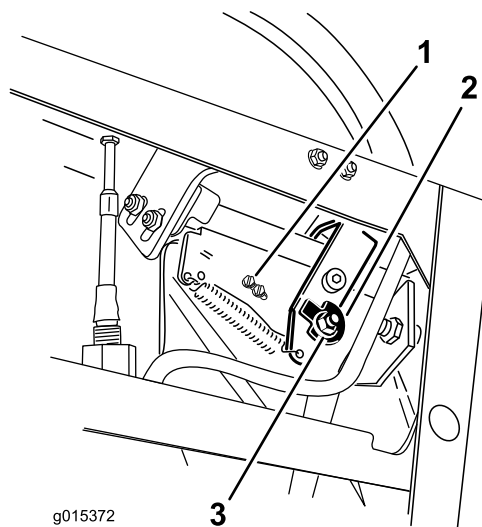
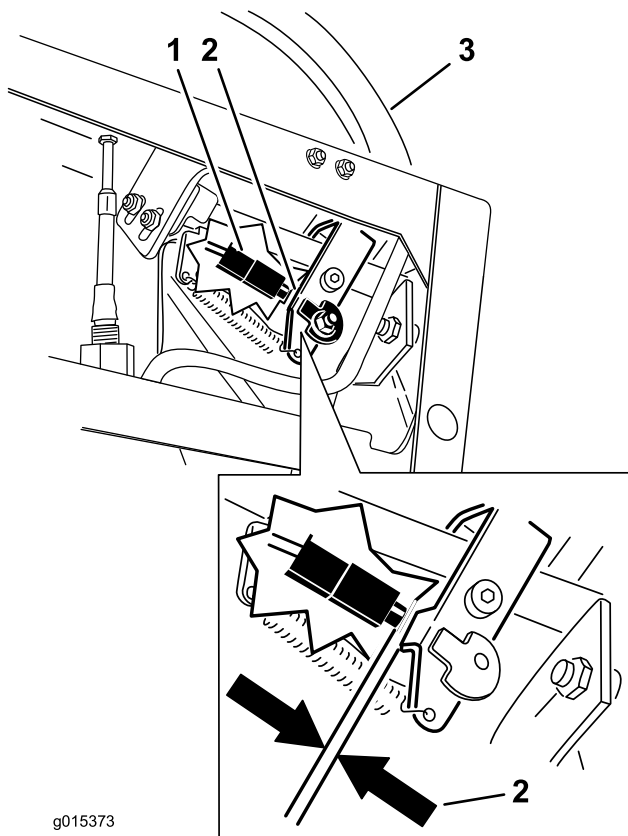

Bild 69
Bild 70
10. Prüfen Sie den Abstand zwischen dem Steuerhebel und -schalter, wie in Bild 70 dargestellt. Der Abstand muss 3 mm sein. Rechter Fahrtriebshebel in der nicht arretierten Neutral-Stellung.
11. Lösen Sie ggf. die Schrauben, mit denen der Schalter befestigt ist, und stellen Sie den Schalter ein (Bild 69 und Bild 70).
7. Lockern Sie die Klemmmutter und Schraube, mit der die Nocke befestigt ist (Bild 69).